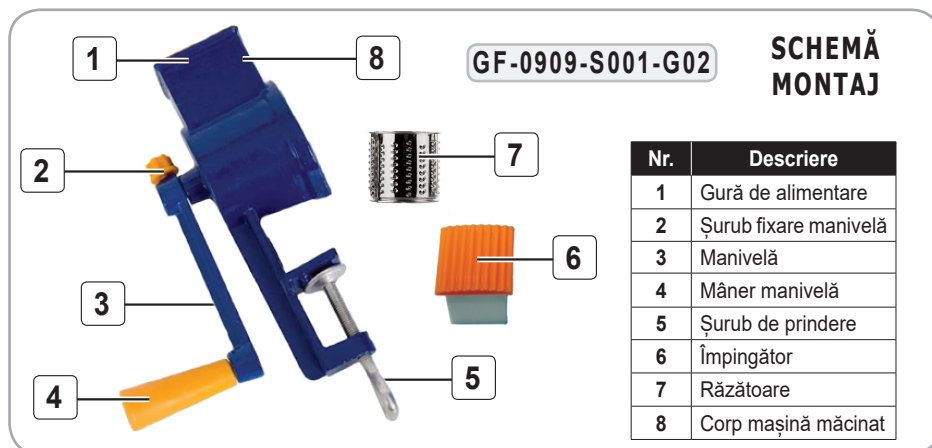

Fig.3
Asamblați mașina de măcinat nuci GF-0909-S001-G02 în conformitate cu schema de mai jos (fig.3). Introduceți Răzătoarea (7) în Corpul mașinii de măcinat (8), după care fixați Manivela (3) cu ajutorul Șurubului de fixare pentru manivelă (2), apoi montați Împingătorul (6) pe Gura de alimentare (1).